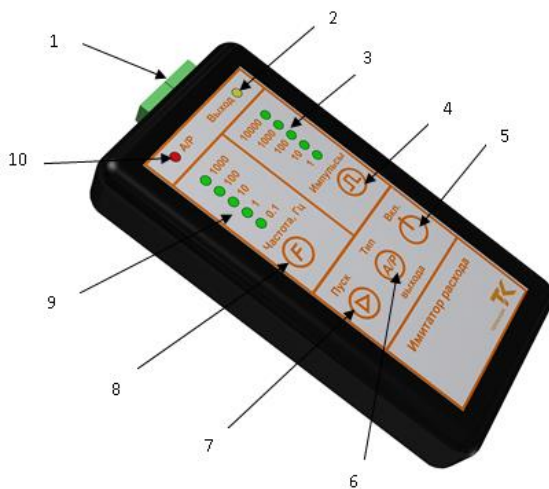

Рис. 3.1
5.1 Подключите проверяемые цепи к разъемам поз.1 (см. рисунок 3.1)